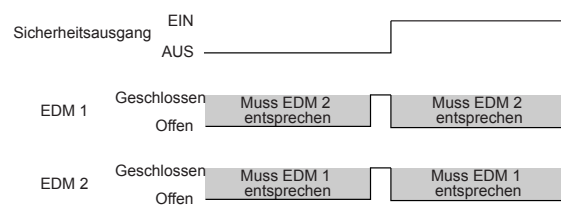

Abbildung 41. Zeitgebungslogik: Status der zweikanaligen externen Geräteüberwachung in Bezug auf den Sicherheitsausgang
- **Zweikanal-Überwachung:** Anschluss voneinander unabhängiger geschlossener Überwachungskontakte, die jeweils mit einem durch den Sicherheitskontroller gesteuerten Gerät mechanisch verbunden sind. Beide EDM-Eingänge müssen geschlossen werden, bevor am Sicherheitskontroller ein Reset durchgeführt und die OSSDs eingeschaltet werden können. Während die OSSDs eingeschaltet sind, können die Eingänge ihren Zustand ändern (entweder beide offen oder beide geschlossen). Wenn die Eingänge länger als 250 Millisekunden im entgegengesetzten Zustand bleiben, tritt ein Sperrzustand ein. Siehe Abbildung 41 auf Seite 63.